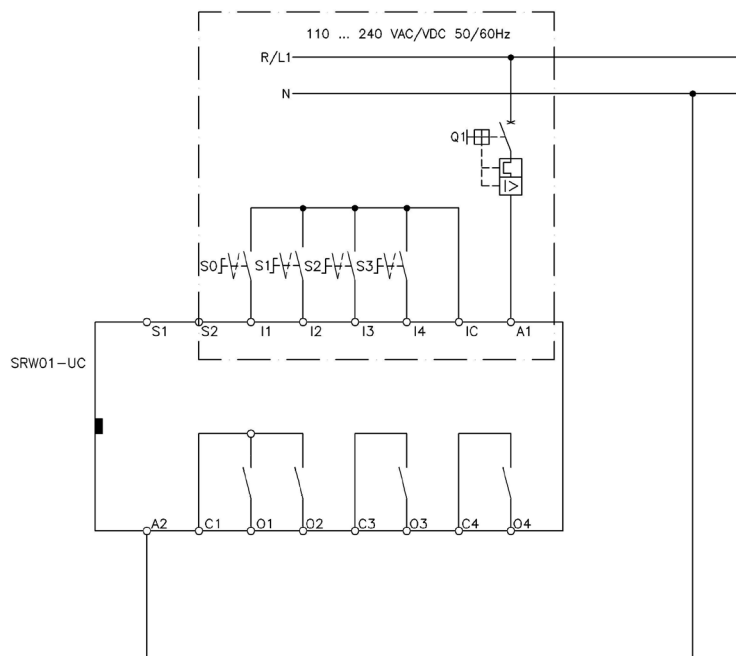

Figura 5.21 - Esquema de ligação para o Modo de Operação PLC utilizando entradas digitais em 24 Vcc
O esquema da figura 5.21 apresenta um exemplo da utilização da Unidade de Controle (UC) no modo de operação PLC, com acionamento através das entradas digitais em 24 Vcc.